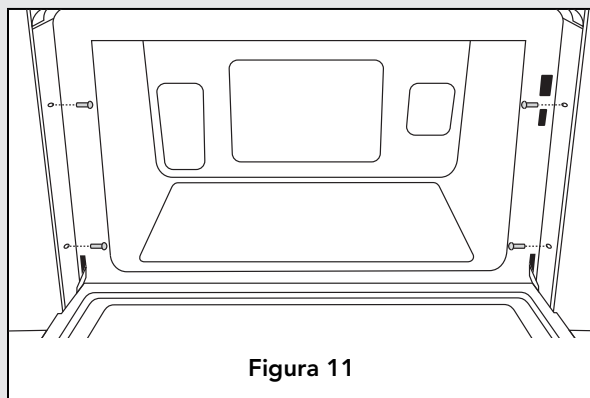
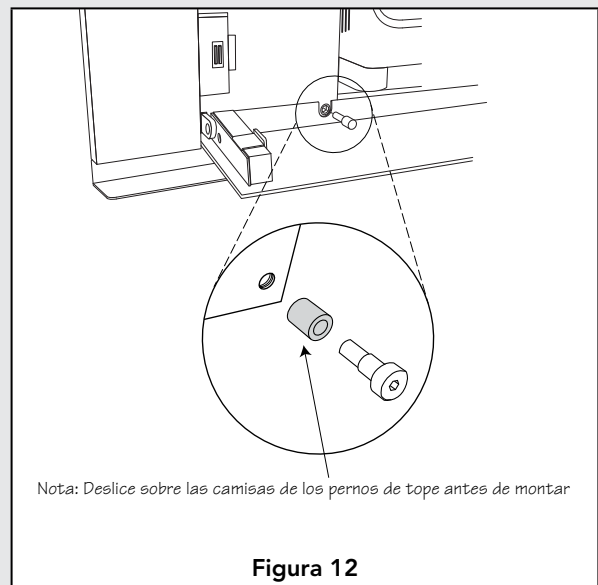

Figura 11
Figura 12
5. Abra la puerta del horno e inserte los 4 pernos de montaje suministrados. No apriete completamente. Vea la Figura 11.
6. Abra la bandeja de goteo e inserte los 2 pernos de tope suministrados. Vea la Figura 12. No apriete completamente.
7. Verifique el alineamiento del horno y luego apriete los 4 pernos de montaje mostrados en la Figura 11 y los 2 pernos de tope mostrados en la Figura 12 para fijar el horno.